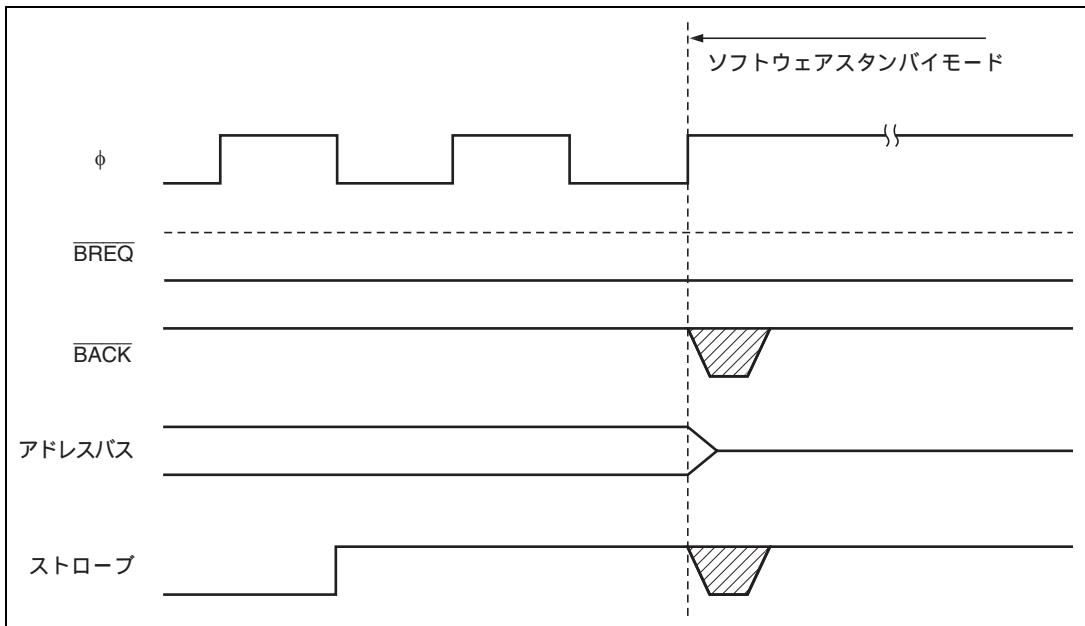

図 6.34 バス解放状態とソフトウェアスタンバイモード
- (3) バスサイクルがウェイトステートの挿入により長く続く場合も、外部バス権開放状態と同様に、最初の要求が保持されます。
- (4) ソフトウェアスタンバイモードへ遷移するとき、外部バスマスターからのバス権要求が競合すると、ソフトウェアスタンバイモードへの遷移時に、BACKとストローブの状態が不確定になる場合があります（図6.34参照）。